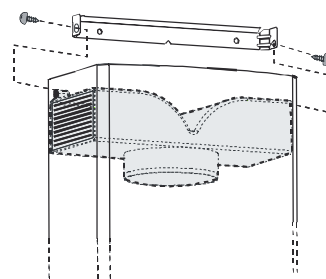

Рис. 2
- При помощи 2 шурупов диаметром 2,9 x 13 мм установите дефлектор (**Рис. 2**)